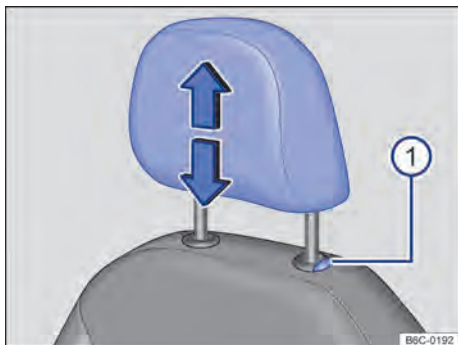

Fig. 71 Apoio para cabeça dianteiro: desinstalar.
- Retirar o apoio para cabeça com o botão → Fig. 71 ❶ pressionado.
- Empurrar o apoio para cabeça totalmente para baixo com o botão → Fig. 71 ① pressionado.